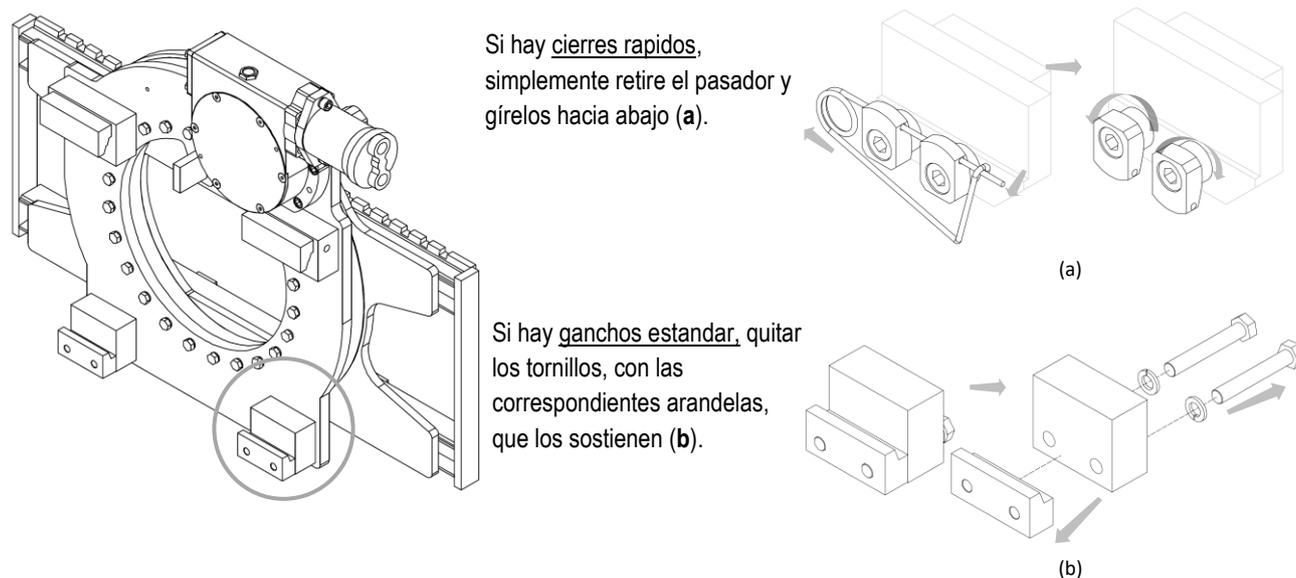

Figura 4
4. Quitar los ganchos inferiores del equipo (mira *Figura 4*).